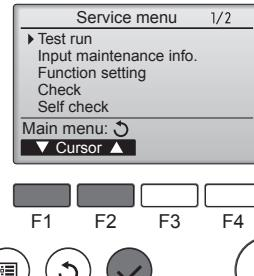

Fig. 7-1
- ① Odaberite „Test run” (Probni rad) iz izbornika Servis, a zatim pritisnite gumb [ODABERI]. (Fig. 7-1)